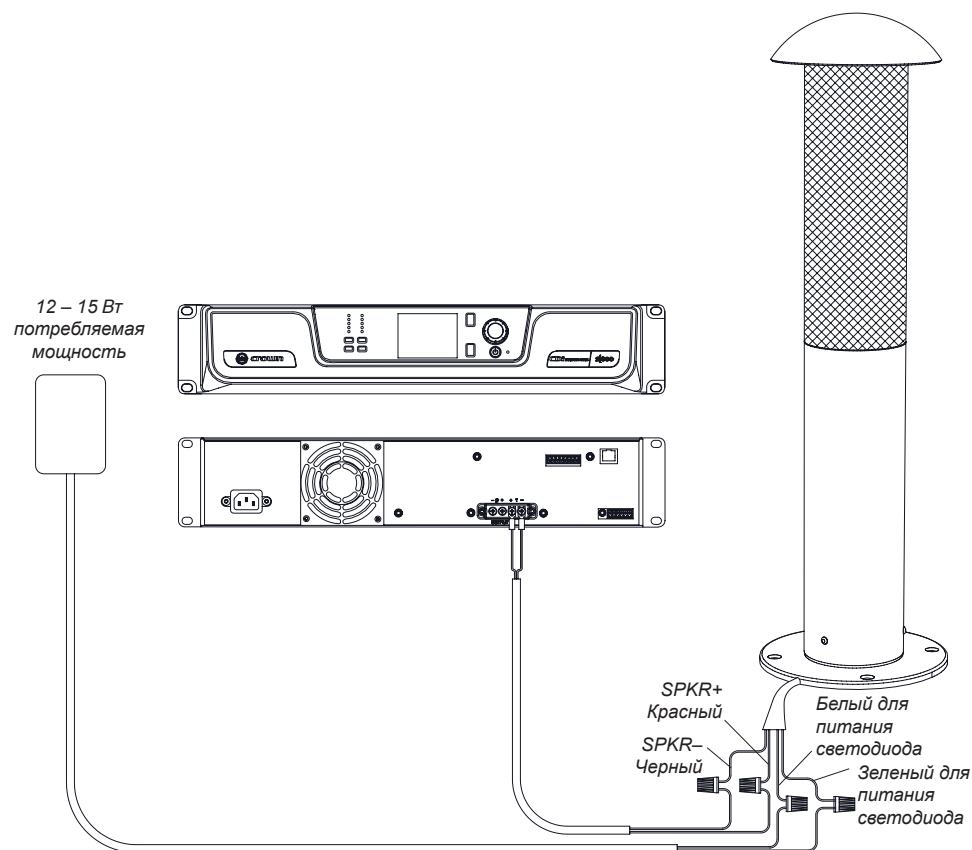

Рисунок 28
2. Подключите красный входящий гибкий провод динамика (+) к проводу (+) от выхода усилителя, а черный входящий гибкий провод динамика (-) к проводу (-) от усилителя (см. рисунок 28). Воспользуйтесь обжимными соединителями или соединительными изолирующими зажимами для надежного подключения. Для повышенной надежности выполните подключение внутри подземной водонепроницаемой электрической распределительной коробки IP65.